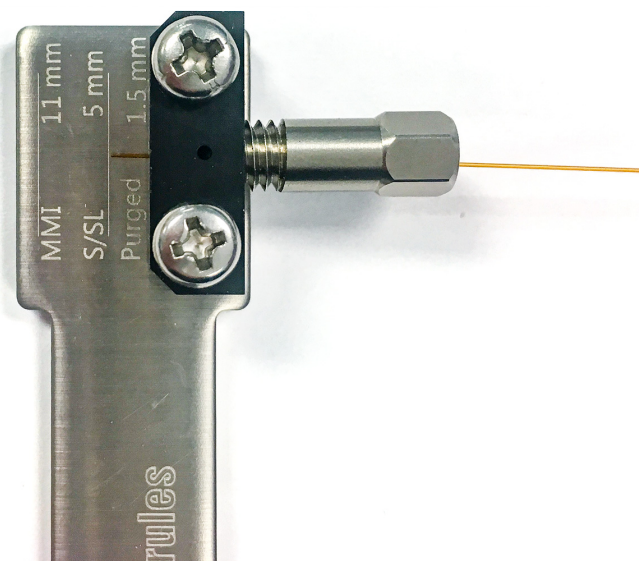

Figura 14. Enrosque la tuerca de columna en la herramienta de conexión
- 4 Pase sin apretar la tuerca de columna por la herramienta de conexión hasta que comience a notar resistencia. La columna debería deslizarse libremente. Consulte la sección **Figura 14**.